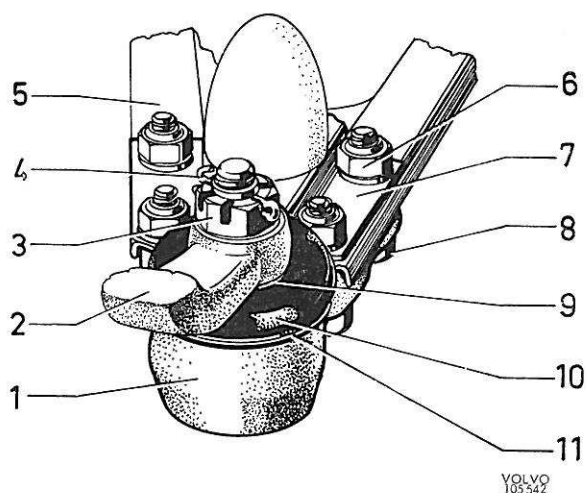

Figure 29. Fixation de joint à rotule inférieur
3. Enlever les écrous (6, figure 29) et retirer les quatre vis (8). Retirer la goupille fendue (4) et l'écrou (3).
- Vérifier si le capot caoutchouc est bien rempli de graisse. Si nécessaire, le remplir de graisse universelle GP. S'assurer également que la douille et les joncs de verrouillage ont été correctement montés, voir figure 29.
- Poser le joint à rotule en place dans la fusée de roue et remettre l'écrou (3). Couple de serrage : 48 à 55 Nm (4,8 à 5,5 m.kg). Monter la goupille fendue (4).
- Monter le joint à rotule dans le triangle inférieur de commande avec les vis (8) et l'écrou (6).